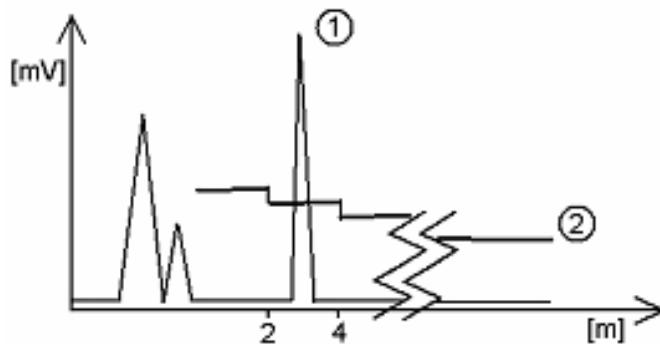

Рисунок 14 – Автоматическое регулирование коэффициента усиления
Для поддержания устойчивой работы уровнемера коэффициент подбирается автоматически. При уменьшении амплитуды сигнала коэффициент усиления автоматически увеличивается; при этом пороговое значение также автоматически возрастает. При коэффициенте усиления Gain3, сигнал (1) находящийся на расстоянии от 2000 до 4000 мм превышает пороговое значение (2), см. рисунок 14.